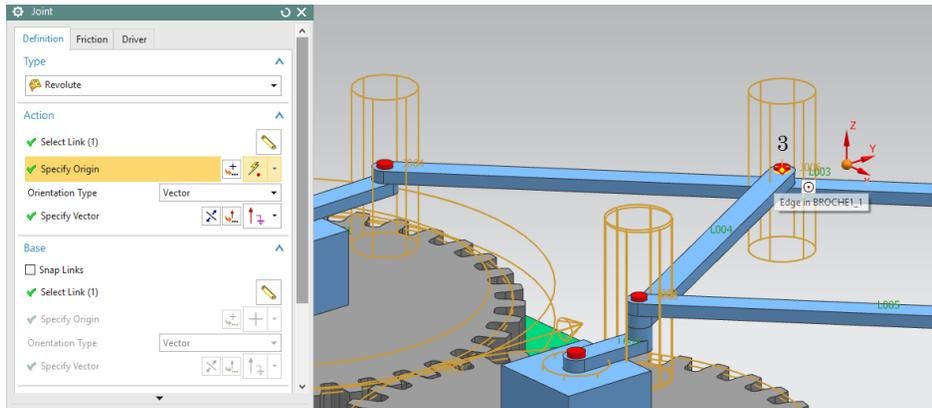

Figura 1.2.16 Articulación 5.
Joint 5: Seleccionar Link L003 en **Select>Select Link**, seleccionar (3) en **Specify Origin** y en **Base>Select Link** seleccionar Link L004 (Figura 1.2.16).